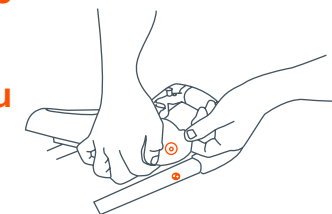

Fig. 7
- 7) • Aligner les raccords sur les extrémités du plateau avec les raccords sur l'extérieur de la poignée. Tirez vers l'extérieur les bords du plateau tout en poussant vers le bas pour insérer les broches du manche dans les trous du plateau. Veuillez faire attention de ne pas pincer vos doigts lors de l'installation du plateau à parents (Fig. 7).